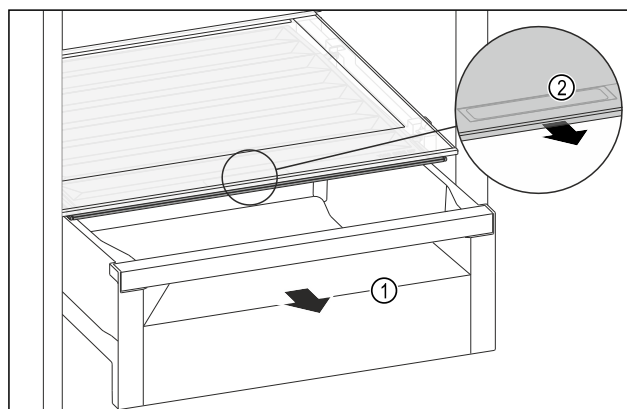

Fig. 159
- Estrarre il cassetto Fig. 159 (1).
- Afferrare la maniglia incassata Fig. 159 (2) sul coperchio dello scomparto e tirare allo stesso tempo in avanti il coperchio dello scomparto.